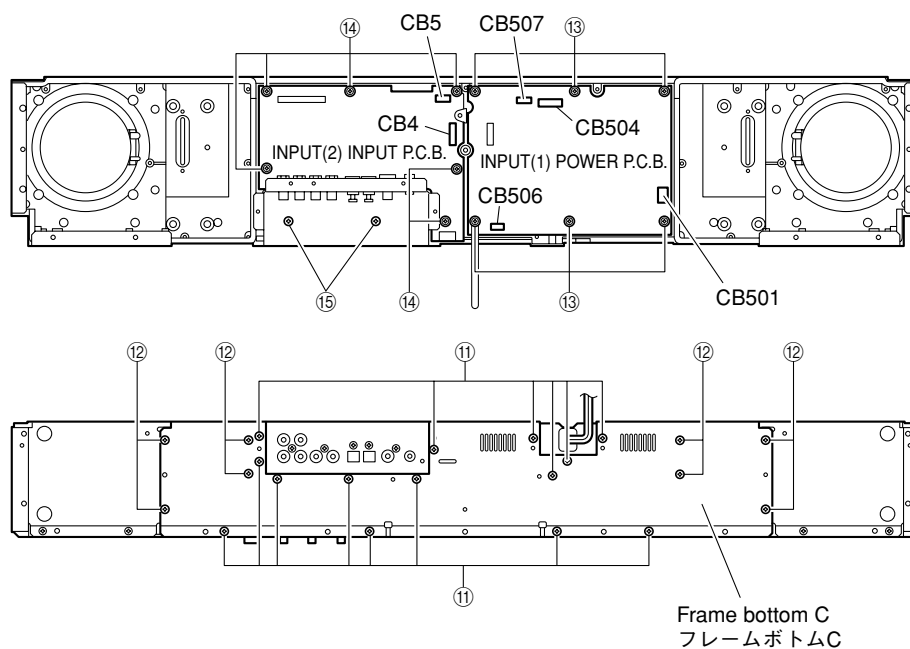
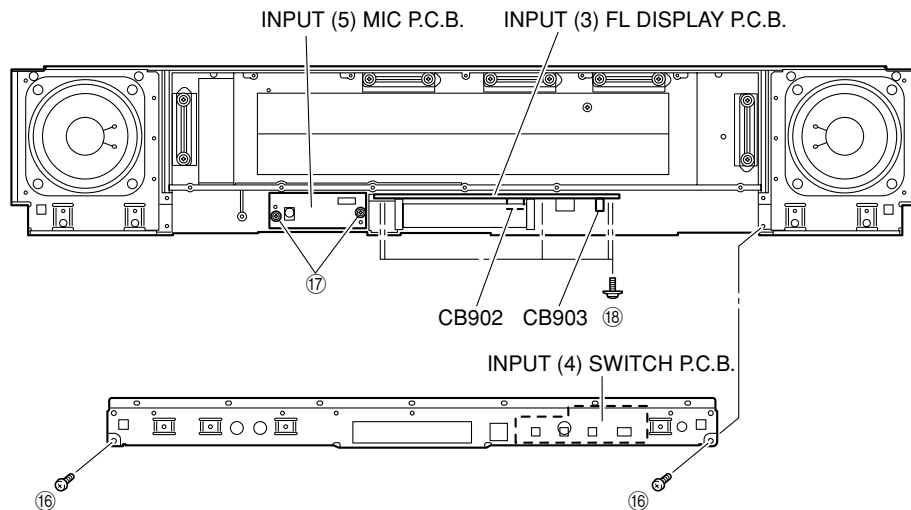

Fig. 4
Fig. 5
- a. Remove 14 screws (11) and 8 screws (12). (Fig. 4)
- b. Remove connector CB501. (Fig. 4)
- c. Remove the frame bottom C. (Fig. 4)
- a. ⑪のネジ14本、⑫のネジ8本を外します。(Fig. 4)
- b. コネクタCB501を外します。(Fig. 4)
- c. フレームボトムCを取り外します。(Fig. 4)
10. Removal of INPUT (1) POWER P.C.B.
- a. Remove connectors CB4, CB504, CB506 and CB507. (Fig. 4)
- b. Remove 6 screws (13). (Fig. 4)
- c. Remove the INPUT (1) POWER P.C.B.. (Fig. 4)
- a. コネクタCB4、CB504、CB506、CB507を外します。(Fig. 4)
- b. ⑬のネジ6本を外します。(Fig. 4)
- c. INPUT(1)POWER P.C.B.を取り外します。(Fig. 4)
11. Removal of INPUT(2) INPUT P.C.B.
- Remove connector CB5. (Fig. 4)
- Remove 6 screws (14) and 2 screws (15). (Fig. 4)
- Remove the INPUT (2) INPUT P.C.B.. (Fig. 4)
- コネクタ-CB5を外します。(Fig. 4)
- 14のネジ6本, 15のネジ2本を外します。(Fig. 4)
- INPUT(2)INPUT P.C.B.を取り外します。(Fig. 4)
12. Removal of INPUT (4) SWITCH P.C.B.
- Remove connector CB903. (Fig. 5)
- Remove 2 screws (16). (Fig. 5)
- Remove the INPUT (4) SWITCH P.C.B.. (Fig. 5)
- コネクタ-CB903を外します。(Fig. 5)
- 16のネジ2本を外します。(Fig. 5)
- INPUT(4)SWITCH P.C.B.を取り外します。(Fig. 5)
13. Removal of INPUT (5) MIC P.C.B.
- Remove 2 screws (17). (Fig. 5)
- Remove the INPUT (5) MIC P.C.B.. (Fig. 5)